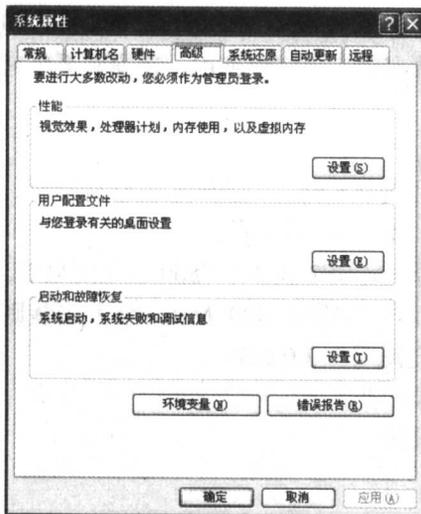

图 1.3 【系统属性】对话框
- (3) 在【性能和维护】窗口中单击【系统】图标，再单击其中的【高级】选项卡，显示如图1.3所示的【系统属性】对话框。